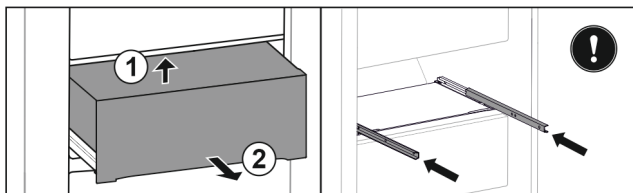

Fig. 135
- ▶ Løft skuffen nedenfra på baksiden. Fig. 135 (1)
- ▶ Ta ut skuffen framover. Fig. 135 (2)